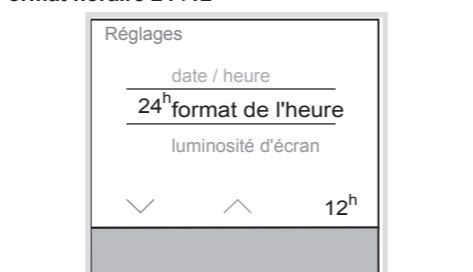

Figure 11 : Réglage format horaire
Le format horaire bascule de 24h à 12h. Dans la ligne de fonction (8), s'affiche pour pouvoir rebasculer au format 24h (figure 11).